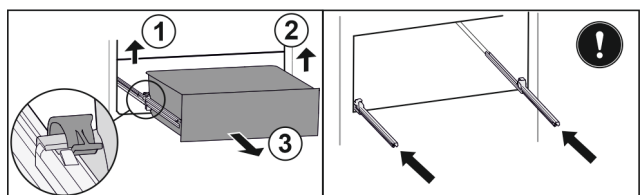

Fig. 131
- Nosta vasenta pidikettä ja vedä samalla vetolaatikkoa vasemmalta eteenpäin. Fig. 131 (1)
- Nosta oikeanpuolista pidikettä ja vedä samalla vetolaatikkoa oikealta eteenpäin. Fig. 131 (2)
- Poista vetolaatikko vetämällä sitä eteenpäin. Fig. 131 (3)